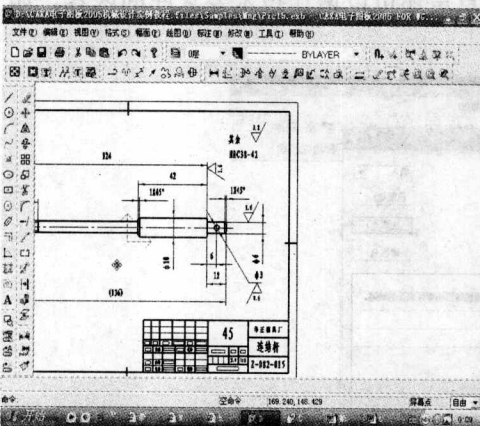

图 1-19 连接杆移动图
单击动态移动图标^①,屏幕上就会出现十字光标,压住鼠标左键任意移动鼠标,就可以移动图样,如图 1-19 所示。